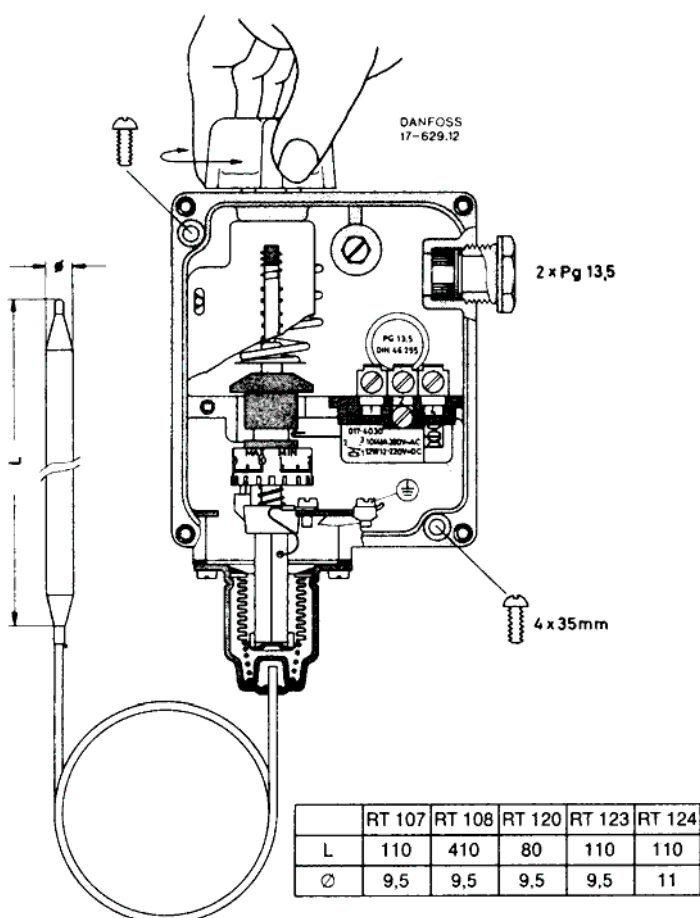

Рис. 5
2.5.1 ТЕРМОСТАТ DANFOSS RT 124 (РИС. 5)
- Снять крышку термостата и установить барабан на значении, выбранном для дифференциала (остановка горелки) в соответствии с диаграммой на Рис. 5а. Дифференциал суммируется на значении, зафиксированном в пункте а.
Рис. 5а